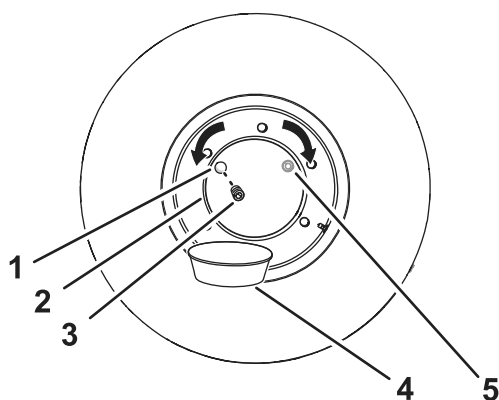

図 95
2. ホイールハブのプラグが時計の 10 時または 2 時の位置にくるようにマシンを前進後退させる 図 95。
4. ホイールハブのドレンポートの下にドレンパンを置く 図 95。
5. ホイールハブのプラグを取り外す 図 95。
6. オイルポートのねじ山の下までオイルがあれば良い 図 95。
8. プラグを元通りに取り付ける 図 95。
1. ホイールハブのオイルプラグが時計の 12 時または 2 時の位置にくるようにマシンを前進後退させる 図 95 ホイールハブの油量点検 \(ページ 64\) を参照。